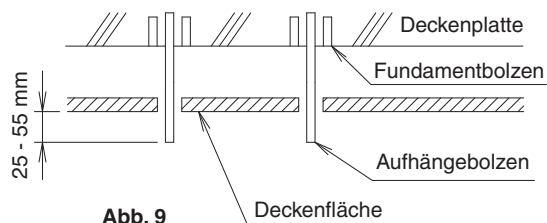

Abb. 9
(6) Bringen Sie die Aufhängebolzen an.
- Stellen Sie den Abstand des Aufhängebolzens von der Decke im Voraus ein. (Siehe Abb. 9)
- Die Teile in Abb. 9 sind alle bauseitig bereitzustellen.